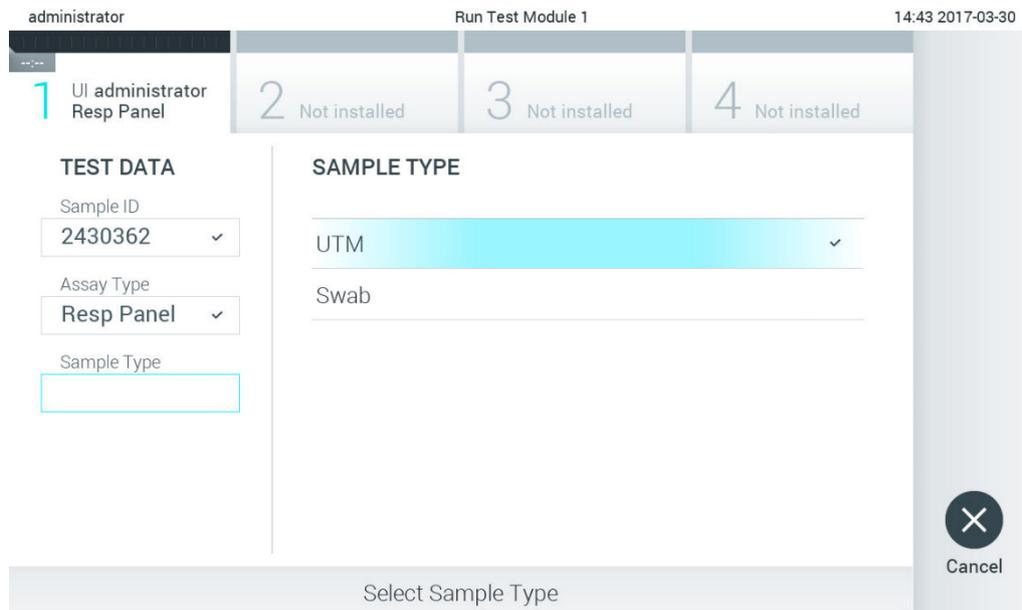

Figura 25. Seleção do tipo de amostra.
- Se necessário, selecione o tipo de amostra adequado a partir da lista (Figura 25).